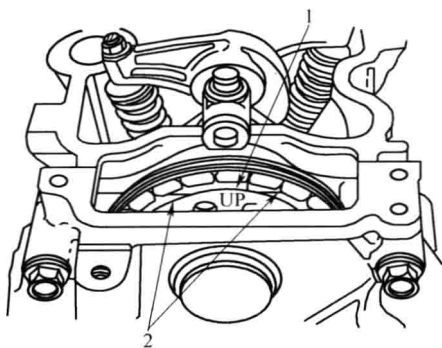

图 1-5 UP 标记定位
(2)如图 1-5 所示,将凸轮轴正时链轮上的 UP 标记置于顶部,且凸轮轴正时链轮的上止点槽与气缸盖的上边缘对齐,使第 1 缸活塞位于上止点(TDC)。